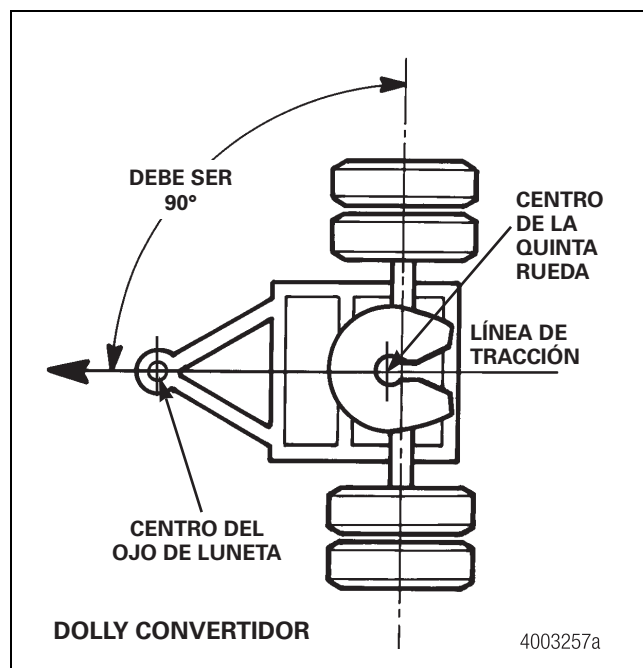
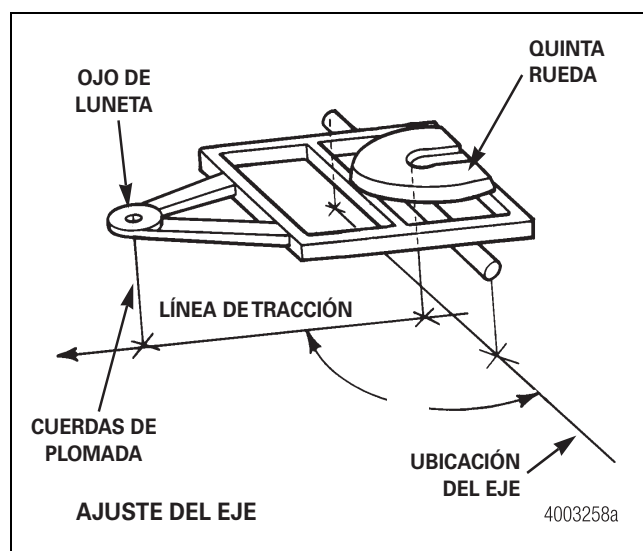

Figura 8.13
Figura 8.14
6. Cuelgue cuerdas de plomada desde los centros exactos del ojo de luneta y la quinta rueda donde se sostiene el pivote de la dirección del semirremolque. Para establecer la línea de tracción marque estos puntos en el piso y haga pasar un cordel entizado entre dichos puntos. Figura 8.13 y Figura 8.14.
- 7. Cuelgue cuerdas de plomada desde los centros exactos de las espigas del eje delantero del lado de la carretera y del lado de la acera. Para establecer la ubicación del eje, marque estos puntos en el suelo y trace una línea entre ellos usando un cordel entizado. Figura 8.14.
- 8. Con una escuadra de carpintero grande, mida el ángulo en el sitio donde se cruzan las líneas trazadas con los cordeles entizados. Si es necesario, ajuste el eje hasta que el ángulo sea de 90 grados. Figura 8.14.